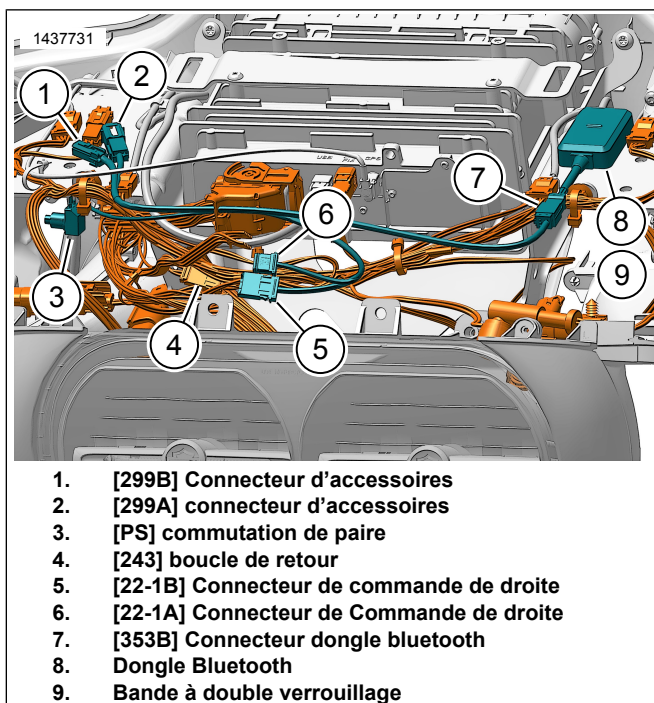

Figure 8. Faisceau de dongle Bluetooth monté sur cadre
1. Figure 8 Installez et dirigez le faisceau de dongle bluetooth sous le carénage.
2. Localisez les connecteurs du véhicule : [243] (4) et [299] (1, 2).
- a. Faisceau de dongle [22-1A] (6) au faisceau du véhicule [243B].
- b. Faisceau de dongle [22-1B] (5) au faisceau du véhicule [243A].
- c. Faisceau de dongle [299B] (1) au faisceau du véhicule [299A] (2).